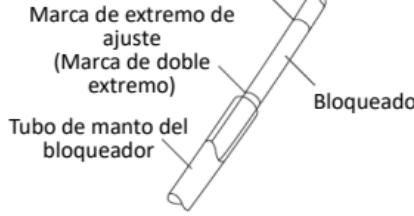

Fig.2
14. Al empujar la punta del bloqueador fuera de la cavidad del tubo endotraqueal, asegúrese de sujetar el eje del bloqueador cerca del tubo del manto del bloqueador (el área entre la marca del extremo de ajuste y la primera marca de profundidad, como se muestra en la Fig. 2). De lo contrario, podría doblar o romper el eje del bloqueador.